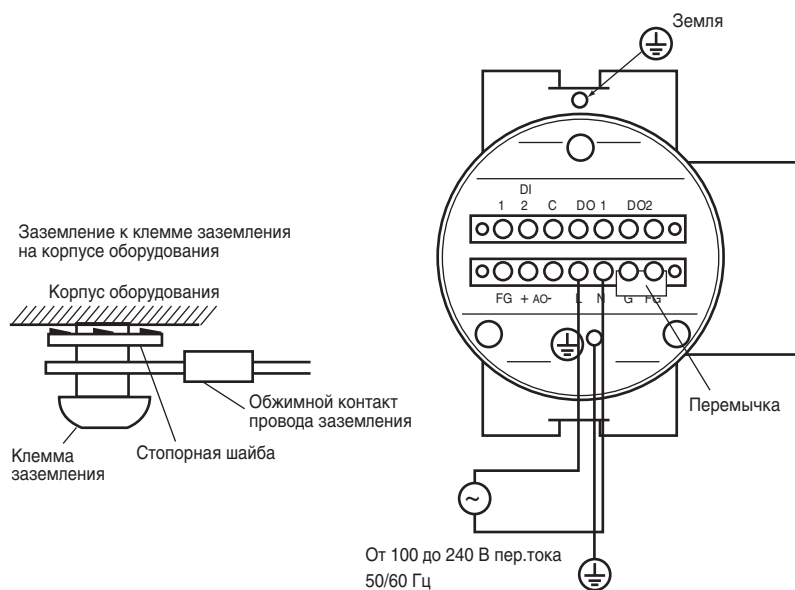

Рисунок 5.5 Подключение проводов подачи питания и заземления
- (1) Сопротивление заземления не должно превышать 100 Ом (заземление Класса 3 по стандарту IIS).
- (2) При подсоединении провода заземления к клемме заземления на корпусе оборудования проверьте, чтобы стопорная шайба соприкасалась с поверхностью корпуса (Смотрите Рисунок 5.5).
- (3) Проверьте, чтобы между клеммой G и клеммой FG оборудования была установлена пластинчатая перемычка.
- (4) Размер резьбы винта для внешнего заземления соответствует М5. Каждый кабель должен быть подключен к соответствующей обжимной клемме